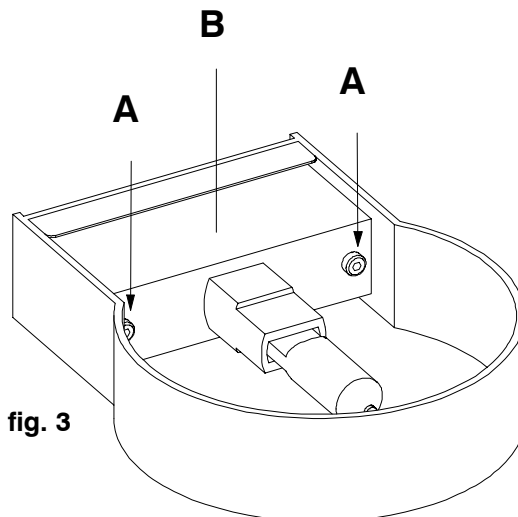

fig. 3
- ♣ Monter de nouveau le support de la douille **B** et visser les vis **A** en utilisant la clé à tête hexagonale, livrée avec l'appareil (voir fig. 3).
- ✦ Rimontare il supporto portalampada **B** ed avvitare le viti **A** utilizzando la chiave a brugola in dotazione (fig. 3).
- ✦ Re-install the socket support **B** and tighten the screws **A** by means of the setscrew wrench in the kit (fig. 3).